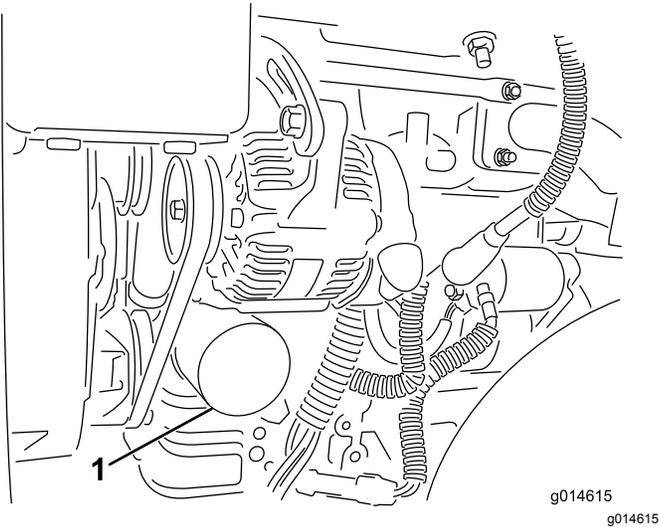

图31
2. 拆下机油滤芯图31。在新的滤芯垫片上涂上薄薄一层干净油。